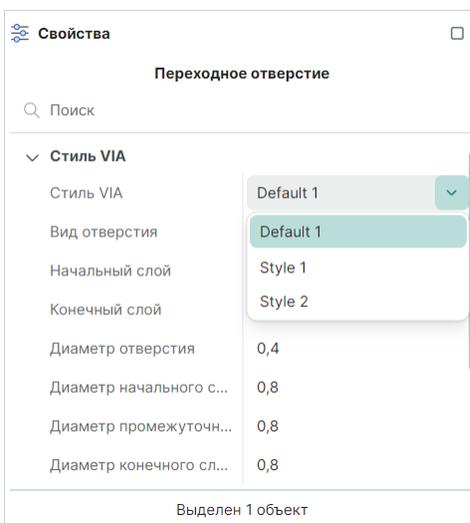

Рис. 180 Выбор стиля переходного отверстия
2. Выберите стиль ПО в панели «Свойства» → «Общие» → «Стиль VIA», см. Рис. 180. Выпадающий список отображается при нажатии на символ « $\vee$ », который расположен в правой части строки. Также смена стиля для размещаемого ПО возможна с помощью горячей клавиши, по умолчанию назначена горячая клавиша «Tab».